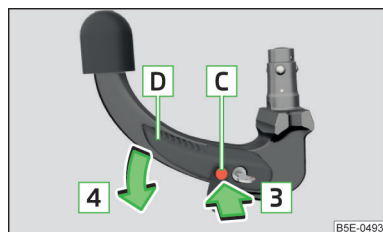

Fig. 168
- Premere il dado di innescio **C** in direzione della freccia **3** fino all'arresto e contemporaneamente premere fino all'arresto la leva di comando **D** in direzione della freccia **4** » fig. 168.